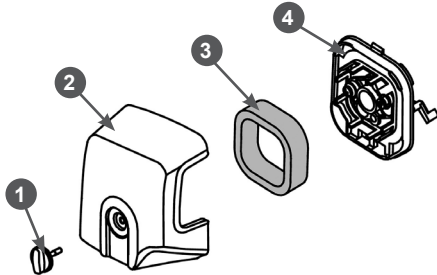

Рис. 22 Обслуживание воздушного фильтра
1. Открутите винт 1 и снимите крышку 2 воздушного фильтра (Рис. 22).
2. Извлеките из корпуса 4 фильтрующий элемент 3 (Рис. 22)